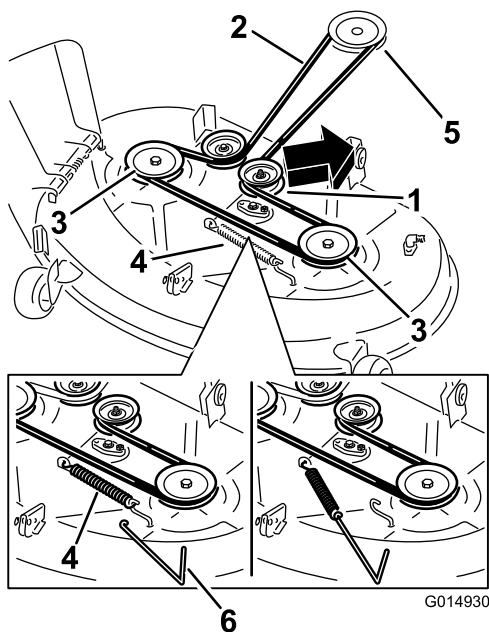

Figure 55
4. À l'aide d'un outil de dépose de ressort (réf. Toro 92-5771), décrochez le ressort du crochet sur le tablier pour éliminer la tension sur la poulie de tension et déchaussez la courroie des poulies (Figure 55).
5. Acheminez la courroie neuve autour de la poulie du moteur et des poulies du tablier de coupe (Figure 55).
6. À l'aide d'un outil de dépose de ressort (réf. Toro 92-5771), accrochez le ressort au crochet situé sur le tablier, ce qui a pour effet d'exercer une tension sur la poulie de tension et la courroie du tablier de coupe (Figure 55).